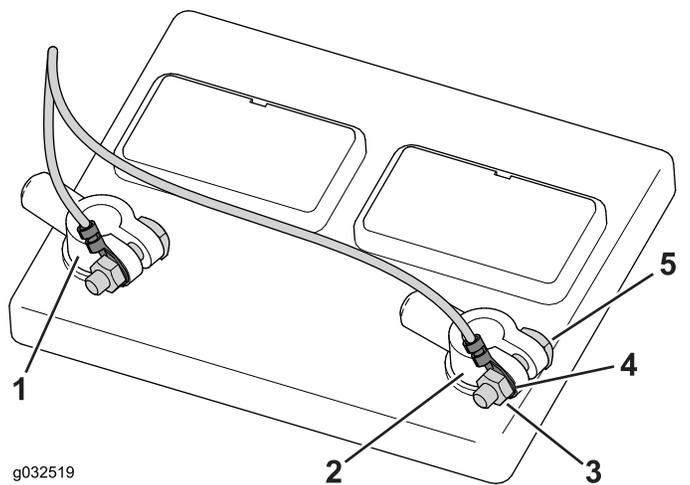

Figura 44
2. Allentate e rimuovete il morsetto del polo negativo e poi il morsetto del polo positivo dalla batteria (Figura 44).
3. Togliete i dadi dai bulloni del polo (Figura 44).
4. Montate il connettore del morsetto negativo (filo nero) sul bullone del polo negativo e montate il dado, senza serrarlo (Figura 44).
5. Montate il connettore del morsetto positivo (filo rosso) sul bullone del polo positivo e montate il dado, senza serrarlo (Figura 44).
6. Montate il morsetto del polo positivo sul polo positivo della batteria e poi il morsetto del polo negativo sul polo negativo della batteria (Figura 44).